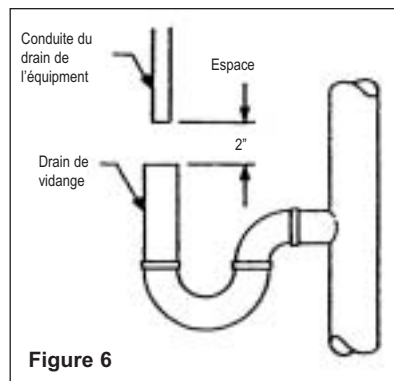

Figure 6
4. Soudez la tuyauterie avec de l'étain ou de l'acier. N'exposez aucune pièce de montage rattachée à la soupape de contrôle à la chaleur du soudage car celle-ci pourrait endommager des pièces internes de la soupape. Vérifiez que le tuyau d'alimentation d'eau est connecté au raccordement de la bouche d'entrée de la soupape de contrôle et que le tuyau sortant de la bouche de sortie de cette soupape soit dirigé vers le service intérieur de la demeure (voir figure 6).
6. Positionnez le boyau du drain au-dessus du drain de vidange et sécurisez-le. Laissez un espace entre les deux comme indiqué ou équivalent (figure 6) pour empêcher l'eau des égouts de siphonner en remous. Le boyau du drain ne doit pas être élevé à plus de 10 pi. du sol.
B. Placez votre doigt au-dessus de l'orifice de succion (figure 6). Une faible succion devrait être détectée pendant une période minimale de 20 secondes ou pendant environ le tiers de la durée du cycle de la pompe, dépendant duquel soit le plus long.